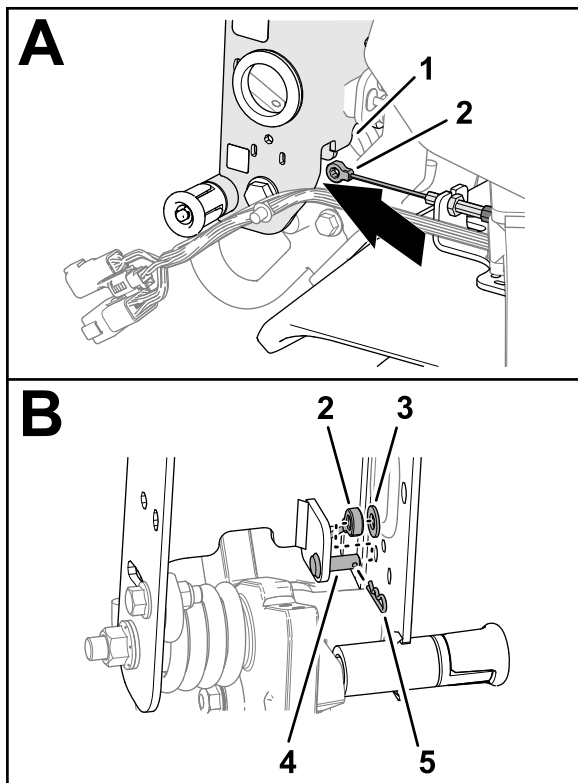

Figure 7
1. Faites passer la fixation du câble de frein sous le bas du profilé du timon (**Figure 7**).